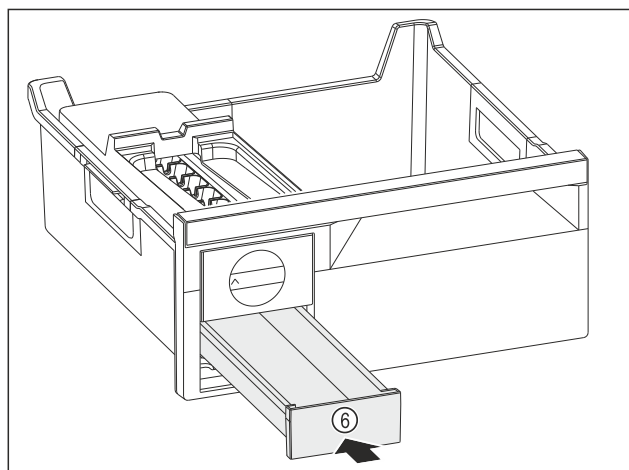

Fig. 159
- Zásuvku na kostky ledu Fig. 159 (6) zasuněte.